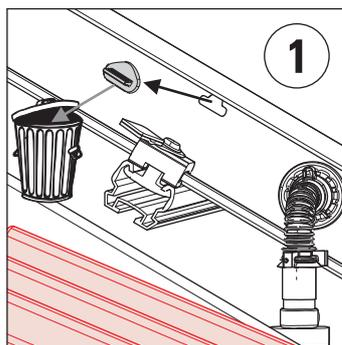

Fig. 3-38 Fase di lavoro 1 -
1. Rimuovere il tappo della sonda (fig. 3-38).
3. Eseguire la posa del cavo di silicone della sonda della temperatura del collettore attraverso il tetto (con gocciolatoio) e fissare con fascette alla tubazione di collegamento della mandata (fig. 3-38).